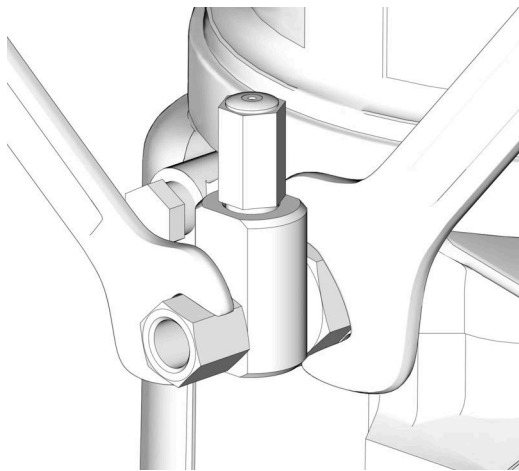

图 20
使用两个扳手，在泵元件和泵元件管件的相反方向上用力，仅慢慢松开泵元件管件，直至其松开并且没有更多润滑剂或空气从管件中泄漏，从而对泵元件泄压。对安装每个泵元件重复此步骤（图 20）。
- 当将任何东西连接到泵元件或辅助管件上时，务必在相反方向上使用两个扳手进行作业。示例可参见图 20。